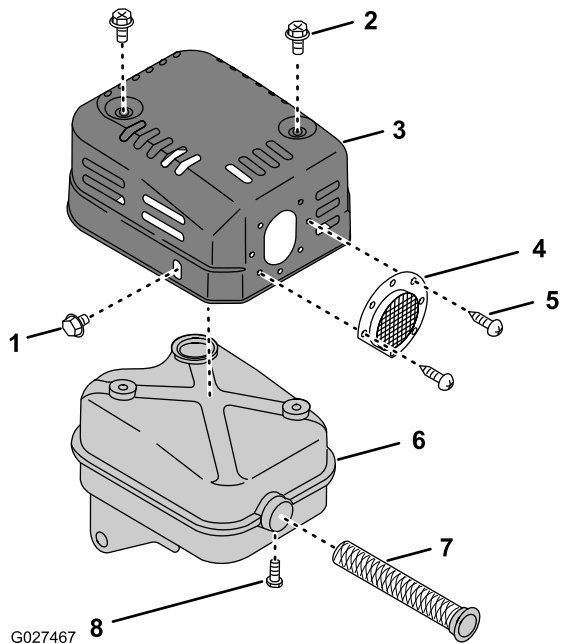

Figura 68
3. Retire los 2 tornillos autorroscantes que sujetan la rejilla trasera a la cubierta del silenciador y retire la rejilla (Figura 68 y Figura 68).
4. Retire los 2 pernos y el perno con arandela prensada que sujetan la cubierta del silenciador al silenciador (Figura 68).
5. Retire el tornillo autorroscante que sujeta el parachispas al silenciador, y retire el parachispas (Figura 68).
1. Retire el parachispas (Figura 68).